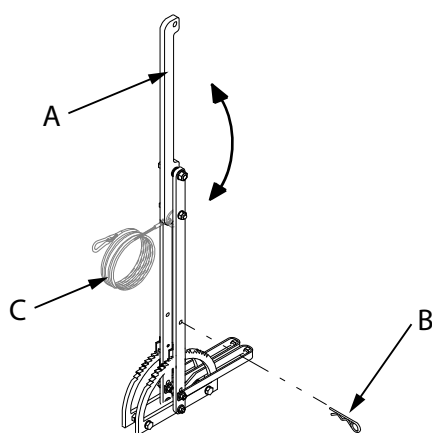

Рис. 6.1
Для работы аварийного тормоза, провод (C) в рычаге стояночного тормоза необходимо прикрепить к трактору. См. "Рис. 6.1". Аварийный тормоз включается, если машина отсоединяется от трактора.